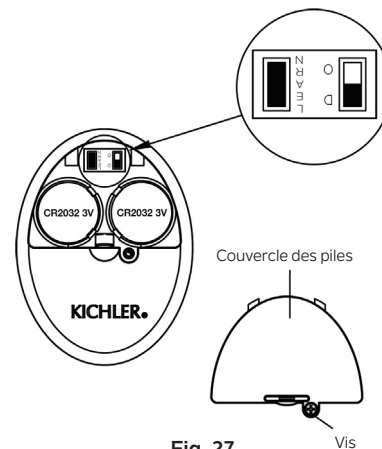

Fig. 27
Si ce processus ne fonctionne pas, la télécommande ne fonctionnera pas. Pour effectuer ce processus manuellement, suivez les étapes ci-dessous : Après l'installation et le câblage de l'unité, rétablissez l'alimentation de votre ventilateur, appuyez sur la touche « LEARN » et maintenez-la enfoncée pendant 1 à 3 secondes, le ventilateur se mettra en marche à vitesse moyenne et la lumière (si installée) s'allumera. Cela confirme que le processus d'apprentissage est terminé. Cette opération doit être effectuée dans les 30 secondes suivant la remise sous tension du ventilateur. (Fig. 27)
REMARQUE : Assurez-vous que l'interrupteur à glissière dans le compartiment à piles marqué « D O » est en position « D ». (Fig. 27)
Étape 4. Remettez le couvercle de la pile et serrez avec un tournevis. (Fig. 27)